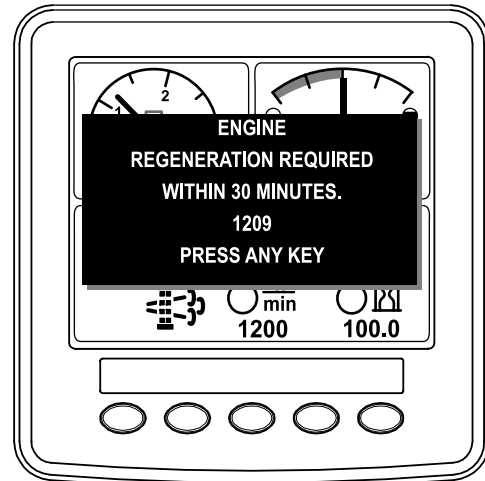

Figura 63
- Se ignorate la richiesta di rigenerazione da fermi visualizzata sull'InfoCenter e continuerete ad utilizzare la macchina (Figura 63), una quantità critica di particolato si accumulerà nel DPF.